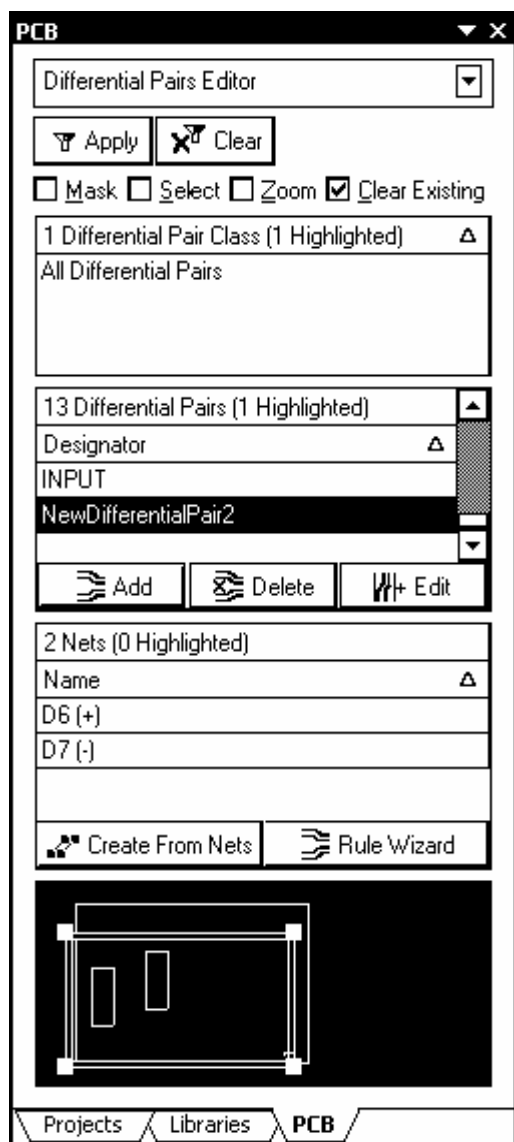

Рис. 7.16
1. Активизировать плавающую панель РСВ и переключить ее в режим редактирования дифференциальных пар Differential Pairs Editor (рис. 7.16). В среднем поле панели выводится список всех определенных в проекте дифференциальных пар, в том числе ранее назначенных в редакторе схемы.
Результат отобразится в полях панели PCB (рис. 7.16). При выделении курсором имени новой пары в колонке Designator центрального поля панели в нижележащее поле выводятся имена двух цепей, объединенных в дифференциальную пару. К ним добавлены индексы (+) и (-).
3. Matched Net – выравнивание длины проводников в паре добавлением в короткий проводник лесенки или змейки. Данная настройка доступна в ветви High Speed/Matched Net Lengths дерева правил проектирования. Она также вызывается из плавающей панели PCB щелчком на кнопке Rule Wizard (см. рис. 7.16). Вызывается “Мастер подсказки”, на одном из шагов которого открывается диалог настройки DiffPair_MatchedLengths – выравнивания длины проводников в дифференциальной паре (рис. 7.20).